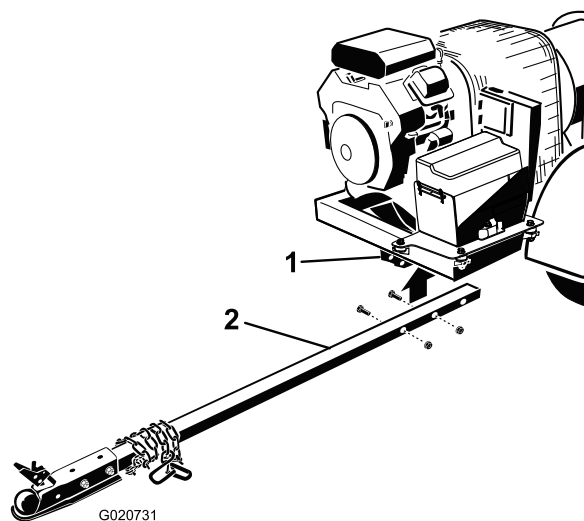

Рисунок 4
2. Вставьте трубу сцепного устройства в кронштейны рамы (Рисунок 4). Прикрепите трубу к раме с помощью двух болтов ($\frac{3}{8}$ x 3 дюйма) и фланцевых гаек ($\frac{3}{8}$ дюйма)